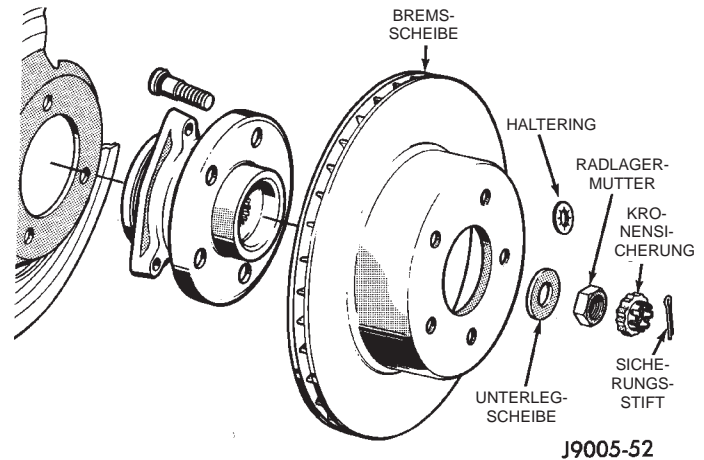

Abb. 35 Bremsscheibe & Radnabe
(1) Rad abmontieren.
(2) Bremssattel ausbauen.
(3) Die Halteringe entfernen, mit denen die Bremsscheibe an den Stehbolzen der Radnabe befestigt ist (Abb. 35).
(4) Die Bremsscheibe von der Radnabe abziehen.
(5) Muß das Schutzblech der Bremsscheibe instandgesetzt werden, die vordere Radnaben-/Radlagereinheit abmontieren.